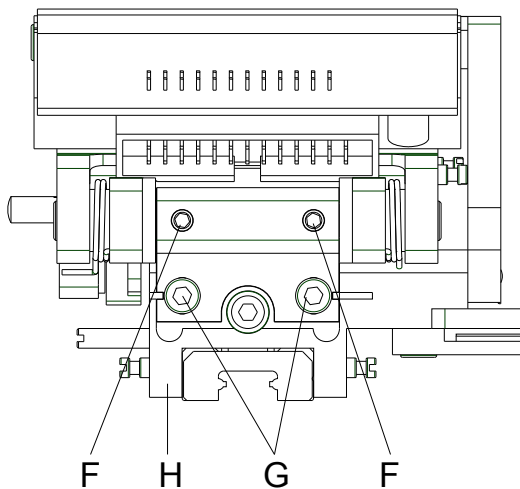

Figura 21
4. Svitare le vite a testa vuota (G, Figura 21).
6. Eseguire i necessari interventi di servizio, come ad es. sostituire le molle (C) o il supporto della testina di stampa.
Attenzione durante il montaggio: Le fessure accanto le vite (G) devono essere parallele alle fessure del carrello di guida (H, Figura 21).